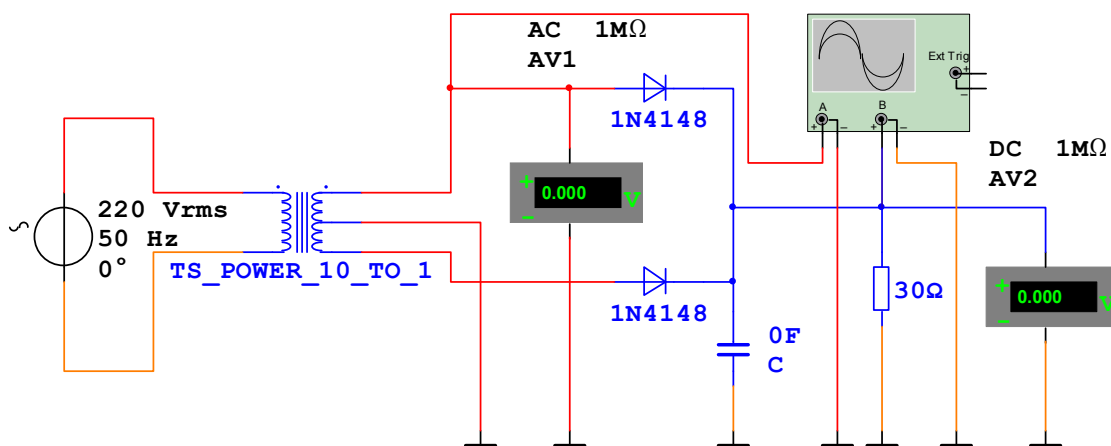

Рис.15.1
15.2.1. Для исследования двухполупериодного выпрямителя со средней точкой соберите схему, приведенную на рис.15.1. Активизируйте схему. Запишите показания вольтметров, а также срисуйте с экрана осциллографа временные зависимости входного и выходного напряжений. Повторите измерения при емкостях конденсатора  $C$  100 мкФ и 2000 мкФ. Сделайте выводы о работе данного выпрямителя и емкостного фильтра.